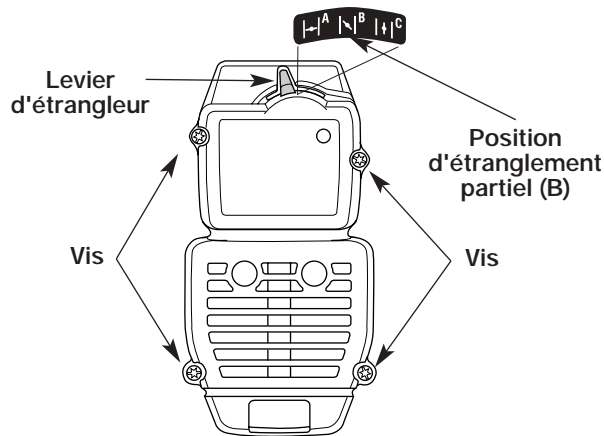

Fig. 19
1. Mettez le levier d'étrangleur en position d'étranglement **PARTIEL** (B).
REMARQUE: pour enlever le couvercle du filtre à air/silencieux, le levier d'étrangleur doit être en position d'étranglement **PARTIEL** (B) (Fig. 19).
2. Retirez les quatre (4) vis retenant le couvercle du filtre à air/silencieux (Fig. 19). Servez-vous d'un tournevis à lame plate ou à mèche no. 20 Torx.
2. Insérez les quatre (4) vis dans les trous du filtre à air/couvercle du silencieux (Fig. 19) et vissez sans trop serrer.